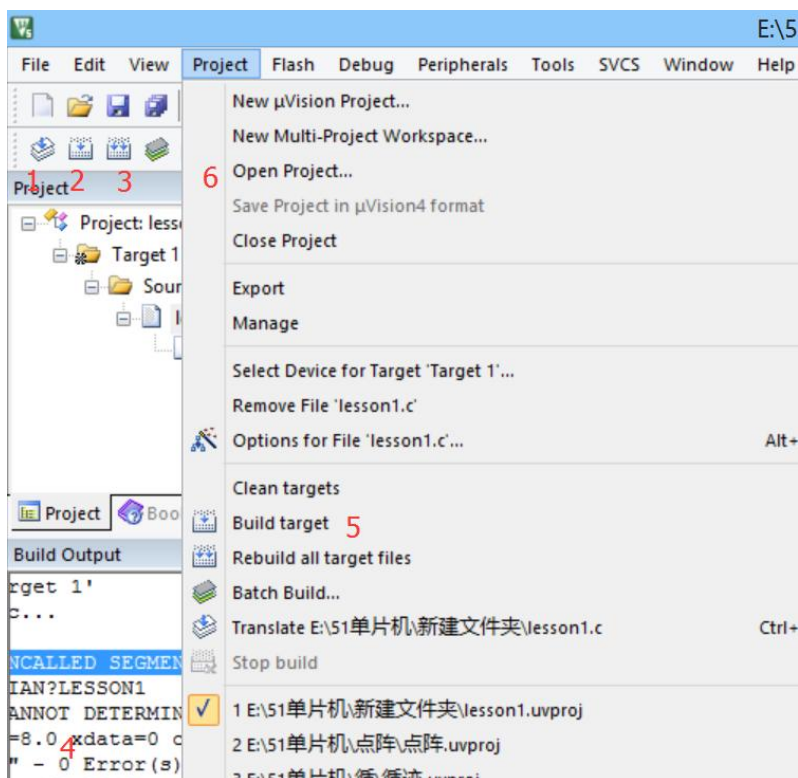

图2-59编译运行程序按钮
(3) 在编写好程序，且C程序文件已经加到项目中了，就可以进行编译运行了。上面这个项目我们只是用做学习新建程序项目和编译运行仿真的基本方法，所以使用软件默认的编译设置，它不会生成用于芯片烧写的hex文件。我们先来看图2-59中1、2、3都是编译按钮。不同的是1是用于编译单个文件；2是编译当前项目，如果先前编译过一次之后，文件没有作过编辑改动，这时再点击是不会再次重新编译的；3是重新编译，每点击一次均会再次编译链接一次，不管程序是否有改动。在3右边的是停止编译按钮，只有点击了前三个中的任一个，停止按钮才会生效。这些按钮也有对应的菜单项，在project菜单项中，5是这三个按钮在菜单中相应的命令，效果和按钮是一样的。这个项目只有一个文件，你按1、2、3中的任一个都可以编译。在message框4中可以看到编译的错误信息和使用的系统资源情况等，以后我们要查错就靠它了。3的上面有一个小放大镜的按钮，这是开启/关闭调试模式的按钮，它在菜单“Debug” -> “Start/Stop Debug Session”中，快捷键为Ctrl+F5。